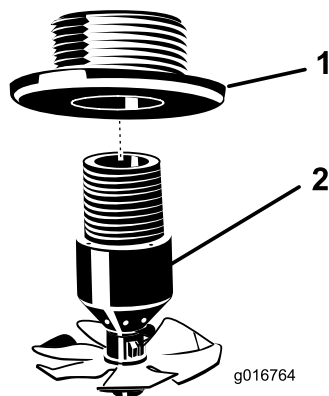

Figura 14
1. Montate il gruppo ugelli di lavaggio sul diaframma (Figura 14).